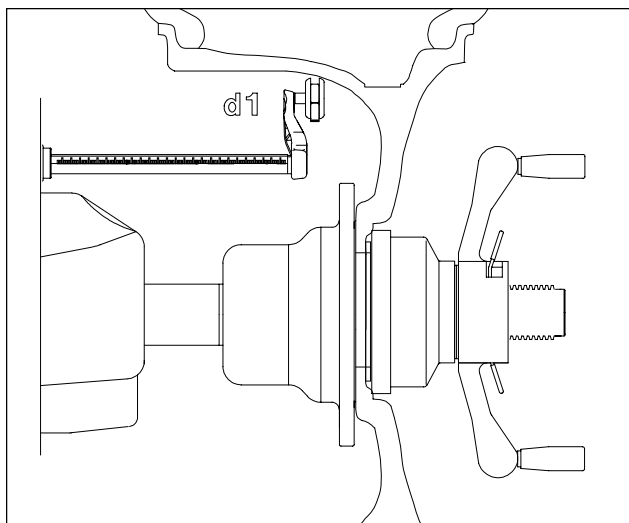

Figure 33
2. Etendre le bras de mesure écart jante et toucher la position du poids simple souhaitée. Voir Figure 33. L'afficheur indique "**d - 1**". Une sonnerie se déclenche quand la dimension est entrée. Ramener le bras de mesure à la position de repos, une sonnerie basse indiquera qu'il est possible de continuer.